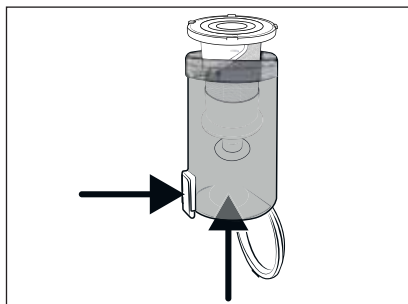

Fig. 23
- 3) Scoateți filtrul din oțel inoxidabil **6** din rezervorul de colectare a murdăriei **7** prin apăsarea tastei de deblocare a capacului rezervorului de colectare a murdăriei **8**. Apoi îndepărtați filtrul din oțel inoxidabil **6** de jos din rezervorul de colectare a murdăriei **7** (a se vedea fig. 23).